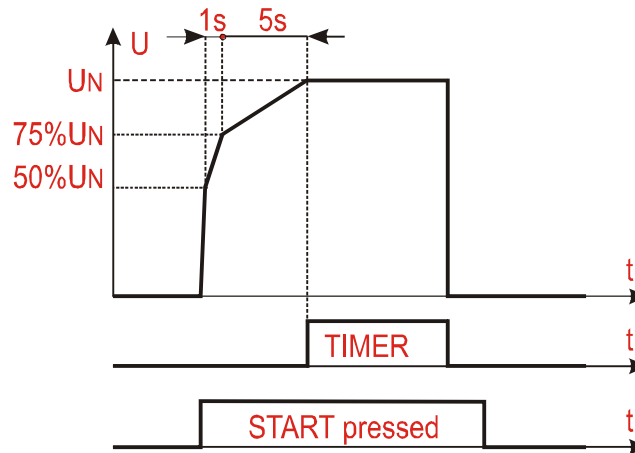

Fig. 38: Test Rigidità Dielettrica in modo Rampa 50%
- **Modo Rampa 50% (doppia rampa)** → Alla pressione del tasto **START/STOP** la tensione di prova sale fino al 50% della tensione nominale poi impiega 1s per portarsi al 75% del valore nominale quindi impiega altri 5s per portarsi al valore nominale. Successivamente è mantenuta per un tempo definito da un Timer programmabile (vedere Fig. 38)